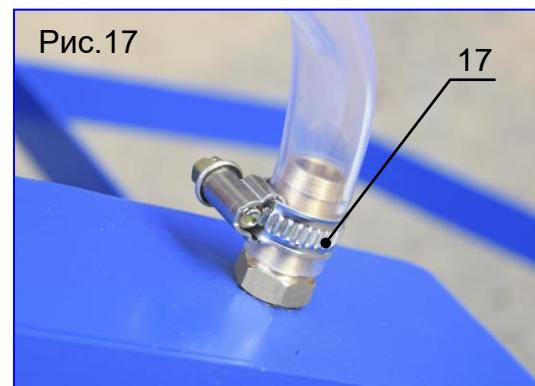

Рис.17
2) Вставьте шланг в водяной фитинг, расположенный на защитном кожухе диска и закрепите его положение при помощи металлического хомута (поз.17, рис.17).